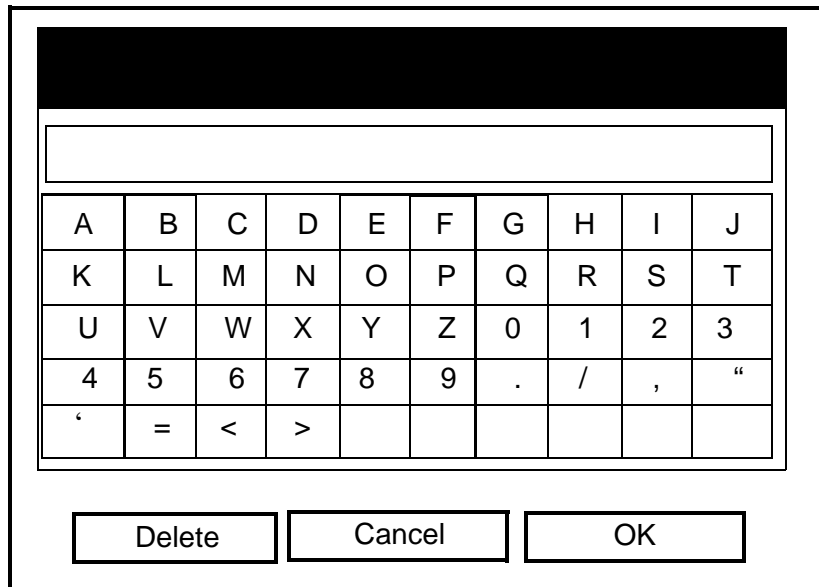

Figura 4-12: Ventana de introducción de texto
- Desplácese hasta la opción *Message* (Mensaje) y pulse [ENTER]. Se abrirá una ventana de introducción de texto como la de la figura 4-12.